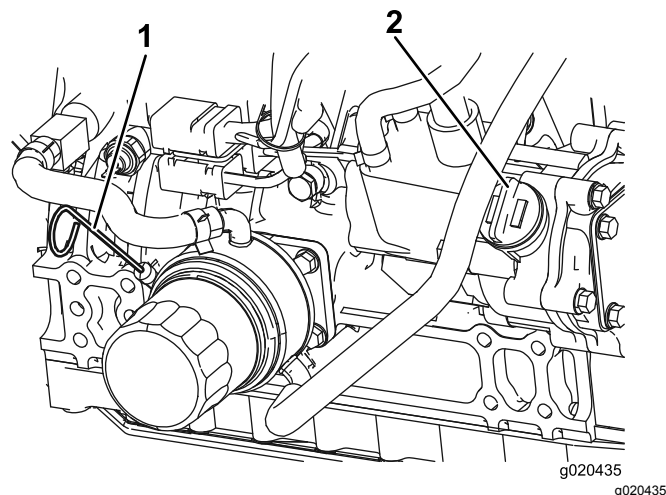

Figura 65
3. Togliete l'asta di livello, pulitela strofinandola, rimettetela nel tubo ed estraetela di nuovo. Il livello dell'olio deve essere tra la tacca "Full" (pieno) e quella "Add" (aggiunta) (Figura 65).
4. Se il livello dell'olio è basso, rimuovete il tappo di riempimento (Figura 65) e aggiungete olio fino a quando il livello non è compreso tra la tacca "Full" (pieno) e quella "Add" (aggiunta). **Non riempite troppo.**